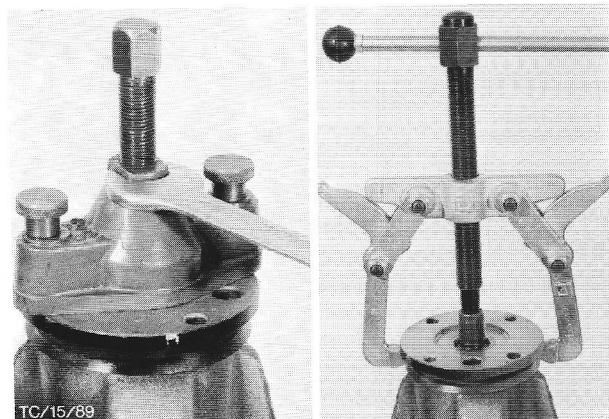

Fig.24 Pignonflens verwijderen.
4. Verwijder de pignonflens met speciaal gereedschap G2-4851-A/6312-A (fig.24). Trek het pignion uit het achterbrughuis.